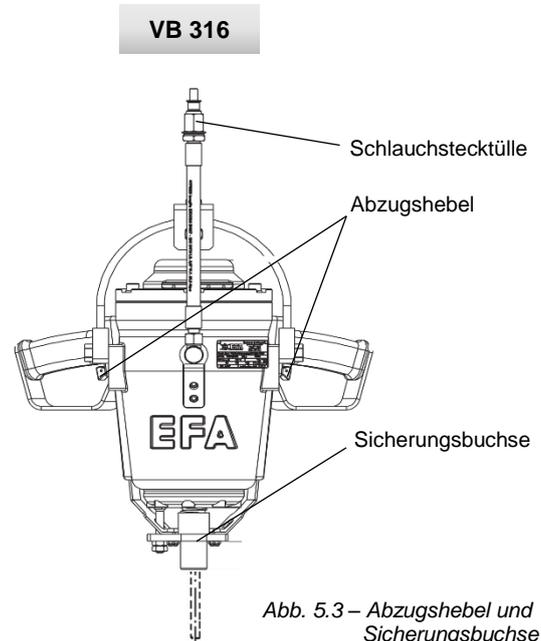
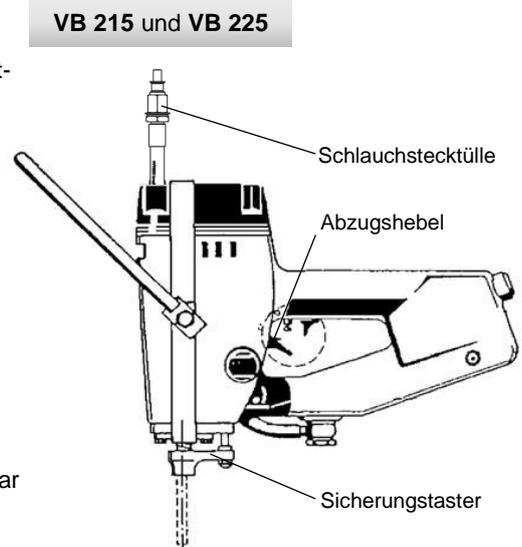
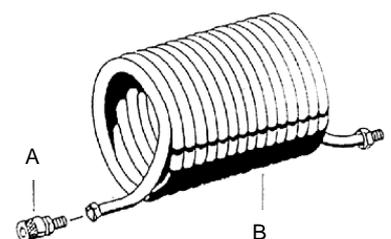

Abb. 5.3 – Abzugshebel und Sicherungsbuchse
Abb. 5.4 – Abzugshebel und Sicherungstaster
Abb. 5.5 – Spiralschlauch mit Kupplung
Vor dem Anschließen (s. Abb. 5.3, Abb. 5.4, Abb. 5.5)
Die Rändelhülse der Sicherheits-Einhandkupplung (A), s. *Abb. 5.5- Spiralschlauch mit Kupplung*, zurückziehen und gegen den Anschlag halten.